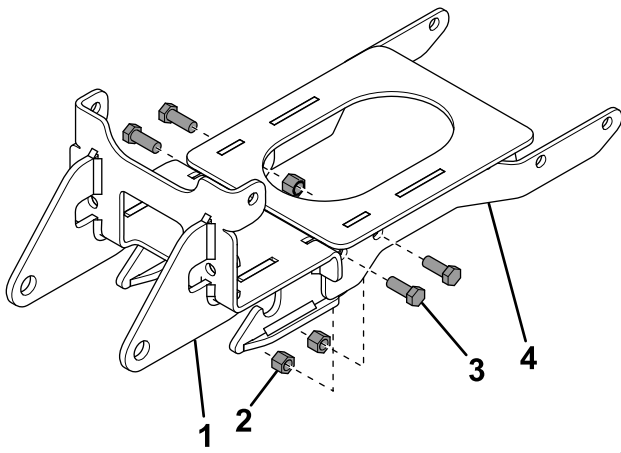

Figura 2
3. Sujete provisionalmente el soporte trasero a la placa de protección del quitanieves con 4 pernos y contratuercas (Figura 2).